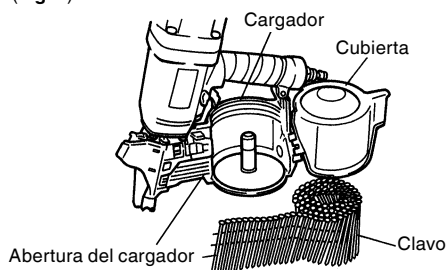

Fig. 4
- Cargue las puntas en el cargador. En este momento, si la parte bobinada de las puntas se inserta después de haberla extraído una vez, el trabajo resultará más fácil. (Fig. 4).